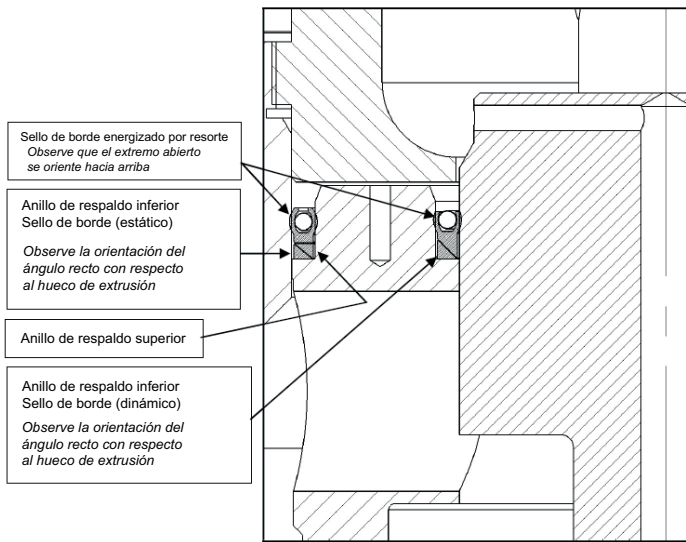

Figura 21: Orientación dinámica y estática del sello de labio (equilibrada)
4. Coloque el sello de labio (estático) (B118) en el revestimiento (B106), en la orientación que se muestra en la Figura 21.
6. Coloque el sello de labio (dinámico) (B108) en el tapón (B112), en la orientación y en la posición aproximada que se muestra en la Figura 21.